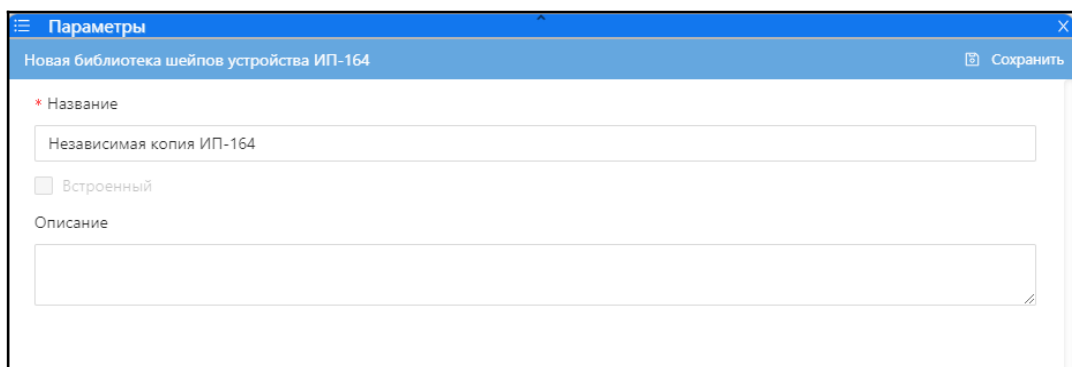

Рисунок 12.249 – Окно «Новая библиотека шейпов устройства ИП-164»
- б) нажать кнопку «**Добавить**». В окне «**Параметры**» откроется окно, в котором можно включить новые состояния в соответствии с рисунком Рисунок 12.249;